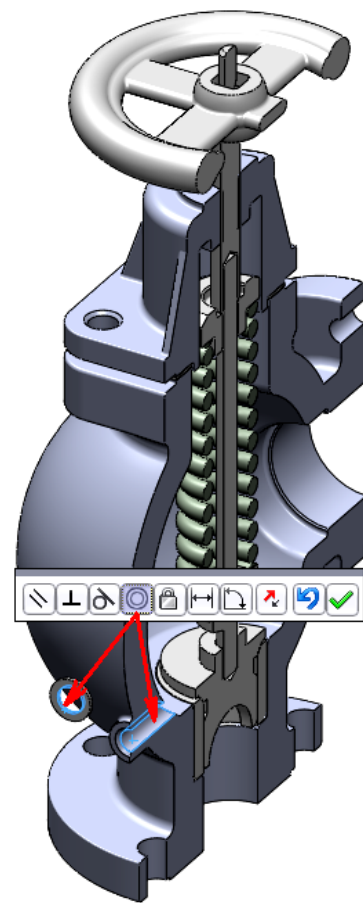

Рис. 33
7. Натисніть лівою клавішею миші в будь-якому місці графічної зони за межами таблиці, і вона закриється. При цьому з'явиться повідомлення, у якому показано нові конфігурації, створені таблицею параметрів (рис. 33). Натисніть